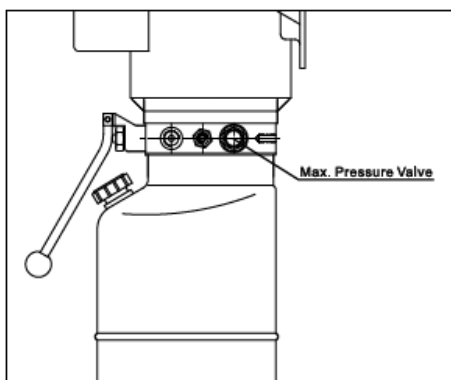

**Рис. 12** Правильний розподіл ваги автомобіля
Необхідно встановити автомобіль на підйомнику таким чином, щоб його вага була правильно розподілена на лапах (рис.12). Для безпеки підйомника і співробітника слід пам'ятати:
- ◆ Автомобіль правильно розташований на підйомнику (рис.12)